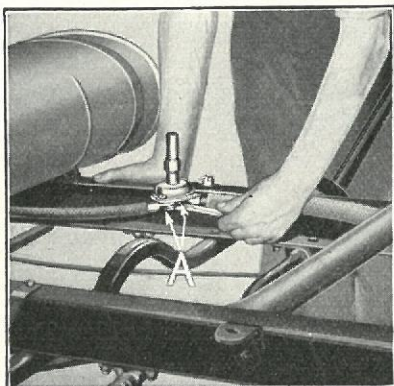

Fig. 43
- (c) Afskru de 2 Møtrikker paa Startkontakten (Fig. 43-A) og tag Kablerne af.